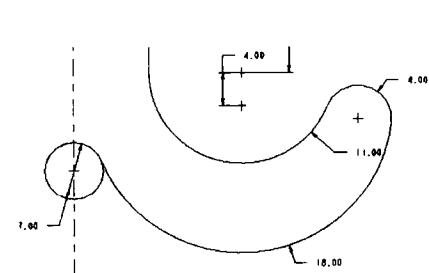

图 1-27 切剪图元
(13) 单击 按钮剪切多余图元，完成后如图 1-27 所示。